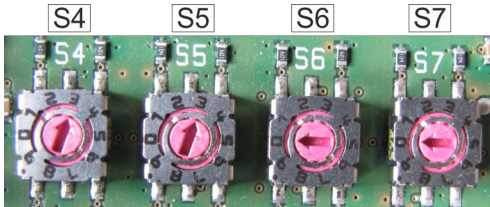

Fig. 45: Configuración
3. ➤ Configurar el sistema con direcciones (Fig. 45).